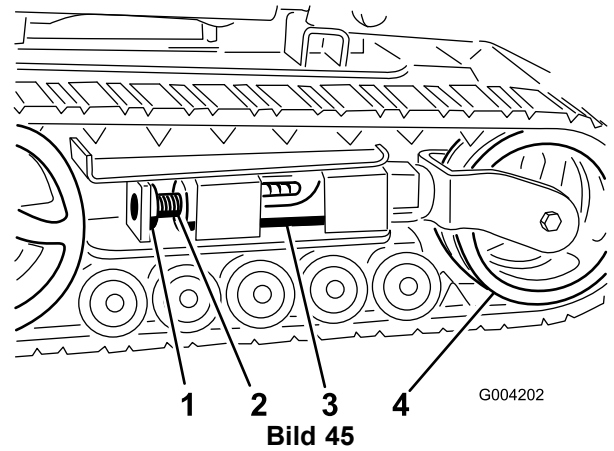
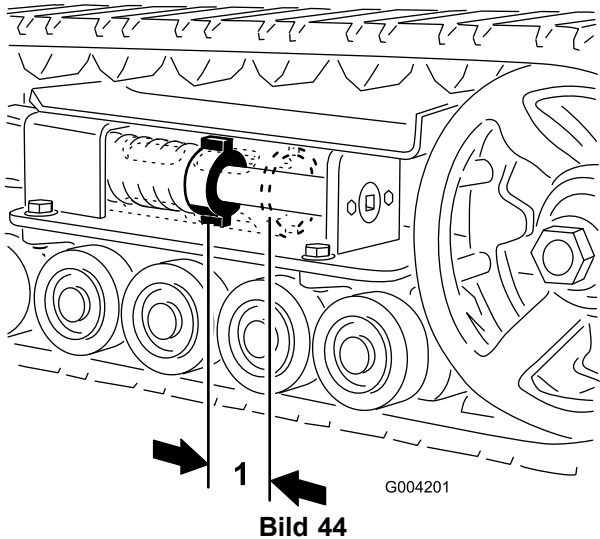
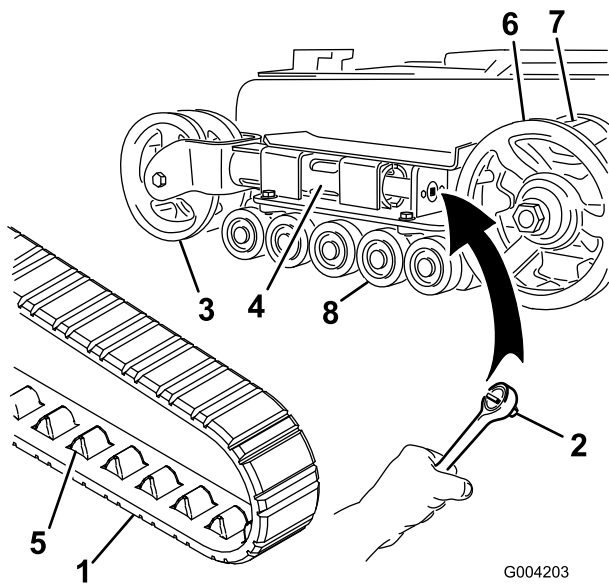
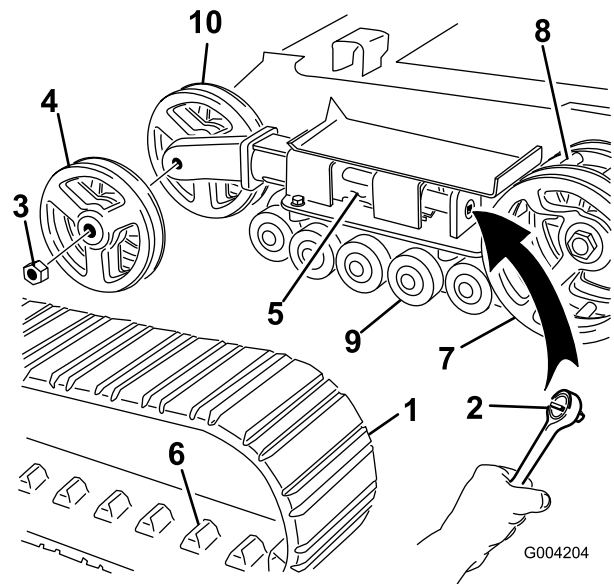

Bild 45
Bild 44
Bild 46
Bild 47
Zwischen der Spannungsmutter und der Rückseite des Spannsrohrs sollte ein Abstand von 7 cm sein (Bild 44). Stellen Sie ansonsten die Kettenspannung wie folgt ein:
3. Entfernen Sie die Befestigungsschraube und Mutter (Bild 45).
4. Drehen Sie die Spannschraube mit einem Sechskantschlüssel (1/2 Zoll) (Bild 46) nach links, bis der Abstand zwischen der Spannmutter und der Rückseite des Spannsrohrs 7 cm beträgt (Bild 44).
5. Richten Sie die am nächsten liegende Kerbe in der Spannschraube mit dem Loch der Befestigungsschraube aus und befestigen Sie die Schraube mit der Befestigungsschraube und Mutter (Bild 45).
4. Lösen Sie die Antriebsspannung mit einem Sechskantschlüssel (1/2 Zoll), indem Sie die Spannschraube nach rechts drehen (Bild 45 und Bild 46).
5. Drücken Sie das Spannräder zur Rückseite der Maschine, um den Abzweigschlauch gegen den Rahmen zu bewegen (Bild 46). (Wenn es den Rahmen nicht berührt, drehen Sie die Spannschraube so lange, bis es funktioniert.)
7. Wenn Sie die Kette vom Spannräder entfernt haben, entfernen Sie sie auch vom Antriebsrad und den Straßenrädern (Bild 46).
8. Legen Sie die neue Kette, beginnend beim Antriebswirbel, um den Wirbel und stellen Sie sicher, dass die Stollen an der Kette zwischen die Distanzstücke auf dem Wirbel passen (Bild 46).
9. Drücken Sie die Kette unter und zwischen die Straßenrädern (Bild 46).
11. Drehen Sie die Spannschraube nach links, bis der Abstand zwischen der Spannmutter und der Rückseite des Abzweigschlauchs 7 cm beträgt (Bild 44).
4. Lösen Sie die Antriebsspannung mit einem Sechskantschlüssel (1/2 Zoll), indem Sie die Spannschraube nach rechts drehen (Bild 45 und Bild 47).
5. Drücken Sie das Spannräder zur Rückseite der Maschine, um den Druckschlauch gegen den Rahmen zu bewegen (Bild 47). (Wenn es den Rahmen nicht berührt, drehen Sie die Spannschraube so lange, bis es funktioniert.)
6. Nehmen Sie die Mutter ab, mit der das äußere Spannräder befestigt ist. Nehmen Sie das Rad ab (Bild 47).
7. Nehmen Sie die Kette ab (Bild 47).
8. Nehmen Sie die Mutter ab, mit der das innere Spannrاد befestigt ist. Nehmen Sie das Rad ab (Bild 47).
12. Setzen Sie das innere Spannrاد ein und befestigen Sie es mit der vorher abgenommenen Mutter (Bild 47).
14. Montieren Sie die neue Kette. Achten Sie darauf, dass die Stollen in der Kette zwischen die Distanzstücke in der Mitte des Antriebsrads passen (Bild 47).
15. Setzen Sie das äußere Spannrاد ein und befestigen Sie es mit der vorher abgenommenen Mutter (Bild 47).
17. Drehen Sie die Spannschraube nach rechts, bis der Abstand zwischen der Spannmutter und der Rückseite des Abzweigschlauchs 7 cm beträgt (Bild 44).